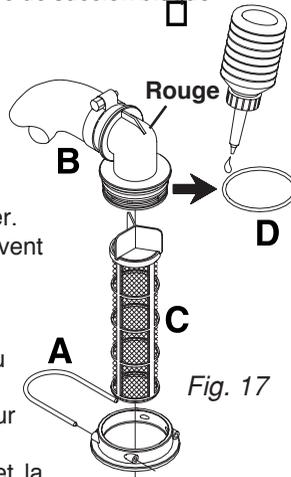

Fig. 17
1. Retirez la broche en acier (A) (Fig. 17).
2. Levez le raccord de boyau (B) (Fig. 17) du carter.
3. Le guide de filtre et le filtre (C) (Fig. 17) peuvent maintenant être retirés.
6. Assurez-vous que le joint torique (D) (Fig. 17) sur le raccord du boyau est lubrifié et en bon état.
7. Rattachez le boyau de succion (B) (Fig. 17) et la broche (A) (Fig. 17).